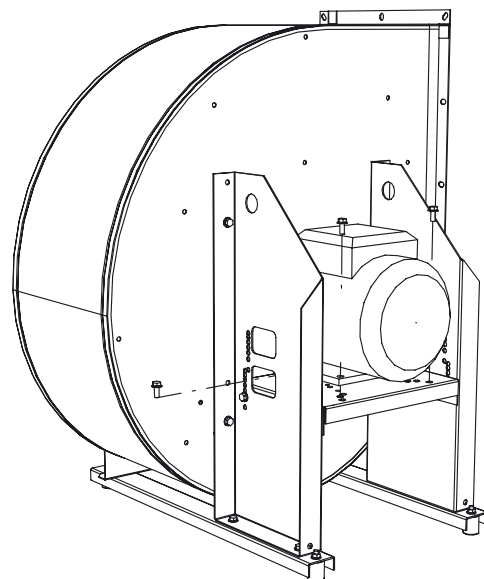

Fig. 4.12 Retirez le moteur de son plateau.
- Retirez le moteur du support moteur (Fig. 4.12).